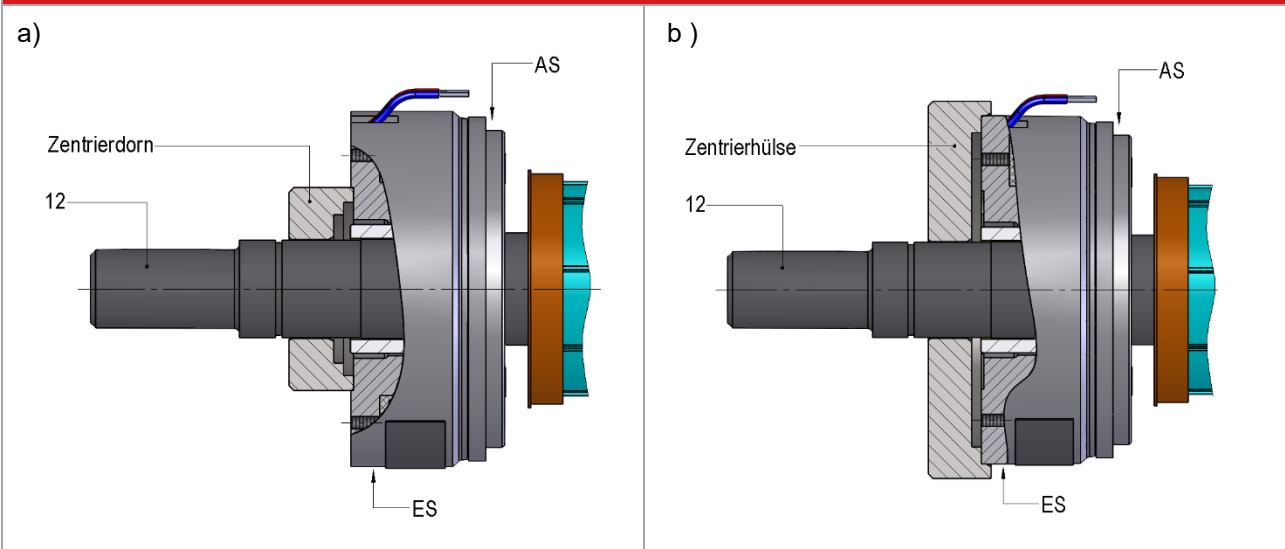

Abb. 23/1: High Torque Bremse Typen 86 611..P00 mit Anker 800
Bei Bedarf kann mit Hilfe einem Zentrierdorn (siehe Abb. 23/1, a)) oder mit einer Zentrierhülse (siehe Abb. 23/1, b)) die Zentrierung zwischen dem Innendurchmesser oder Außendurchmesser des Gehäuses (siehe Offertzeichnung zur Komponente) (2) und der Motorwelle (12) erfolgen.